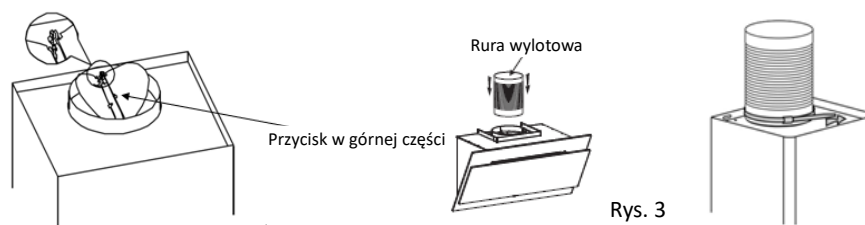

Rys. 2
15. Po ustaleniu wysokości montażu okapu, zmierz położenie otworów do mocowania okapu i łoża wewnętrznego elementu maskującego. Wykonaj 4 otwory  $\phi 8, 2$  dla łoża wewnętrznego elementu maskującego i 2 do zamocowania okapu i utrzymania go w pozycji poziomej. Stała pozycja łoża wewnętrznego elementu maskującego jest w najwyższym punkcie elementu maskującego. Patrz rysunek 2.
4. Włóż w ścianę dwie śruby 4 x 30 mm, i kołki, aby zamocować okap, a następnie użyj dwóch śrub 4 mm x 40 mm, aby zamocować łożo wewnętrznego elementu maskującego. Patrz rysunek 2.